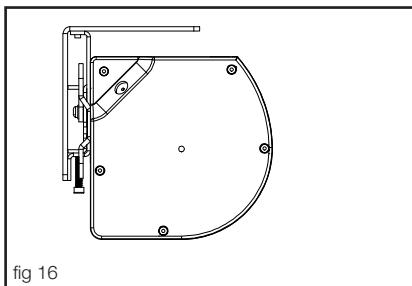

fig 16
- c) Lock the bracket by turning the arm (fig 16)
- c) Lås konsolen genom att vrida armen (fig 16)